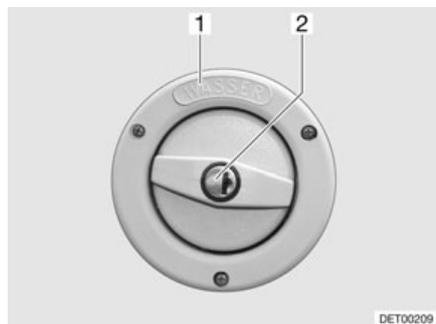

Fig. 158 Couvercle de fermeture pour bec de remplissage d'eau potable
Le bec de remplissage d'eau potable est désigné par l'inscription "WASSER" (eau) (Fig. 158,1). Le couvercle de fermeture est ouvert et verrouillé à l'aide de la clé pour les serrures extérieures.
- Insérer la clé dans le barillet (Fig. 158,2) et la tourner d'un quart de tour dans le sens inverse des aiguilles d'une montre.
- Ouvrir le bec de remplissage d'eau potable (Fig. 158).